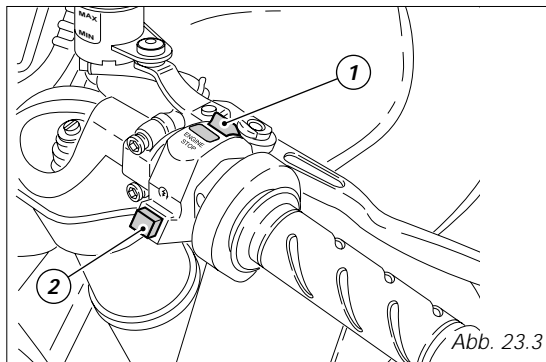

Abb. 23.3
3) Sich davon überzeugen, dass sich der Stoppsschalter (1, Abb. 23.3) auf **○ RUN** befindet, dann die Startertaste (2) betätigen.